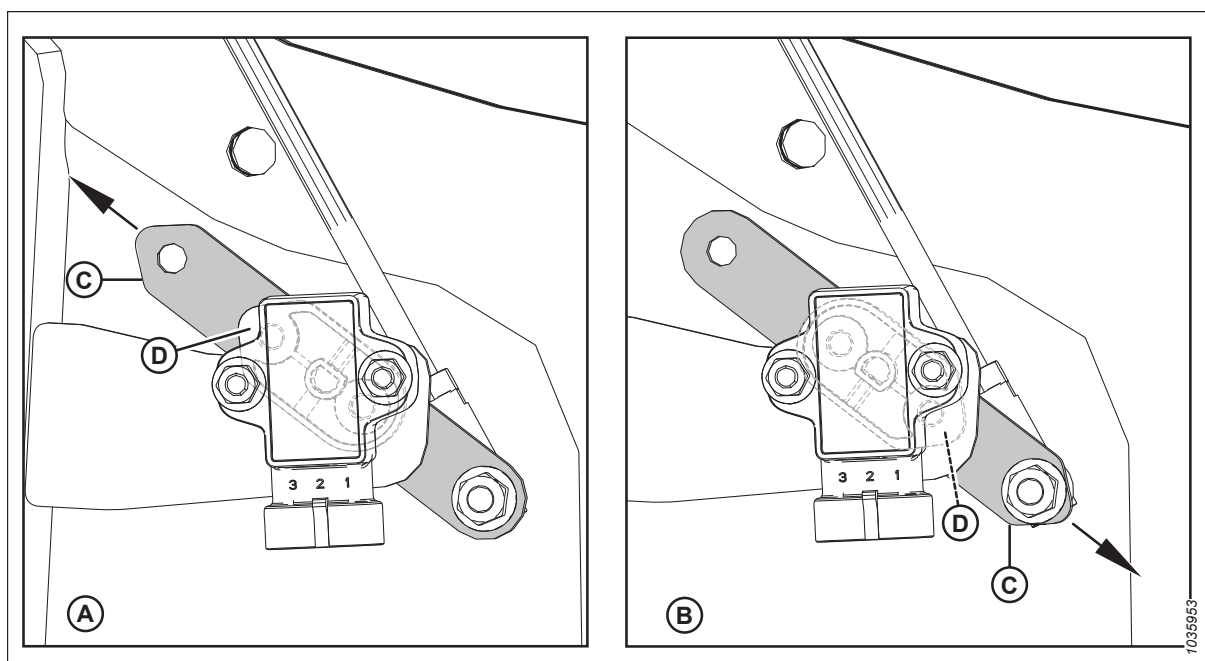

Figure 3.42: Configurations du bras/pointeur du capteur
5. Veillez à ce que le bras (C) et le pointeur (D) du capteur soient configurés correctement pour la plateforme. Pour obtenir des instructions, consultez la figure 3.42, page 89.